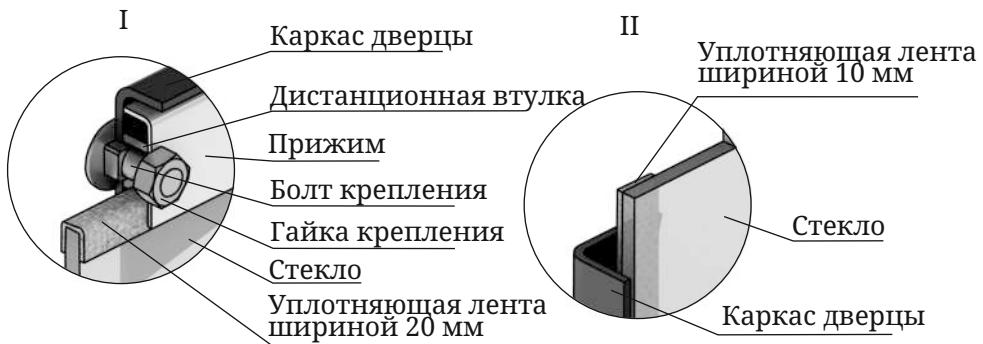

Рисунок 16. Крепление светорозрачного экрана дверцы модификации «Витра»
3. Возьмите новое стекло. Если на нем нет уплотняющих лент, наклейте их, лента шириной 20 мм наклеивается сверху и снизу стекла «П» - образно (рисунок 16.I), лента шириной 10 мм наклеивается вертикально, вдоль боковых сторон стекла (рисунок 16.II).
4. Вставьте стекло в упор, при этом лента, наклеенная с боковых сторон (вертикальная) должна быть зажата между стеклом и каркасом дверцы (рисунок 16.II).
Внимание! Гайки, крепящие прижим накручиваются на болты крепления через дистанционные втулки (рисунок 16.I).